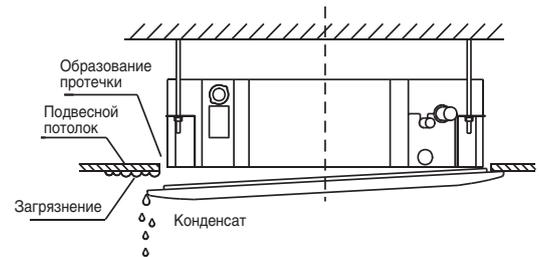

Рис. 2.18
- 6) Некорректная затяжка крепежа может привести к протечке конденсата (рис. 2.18).